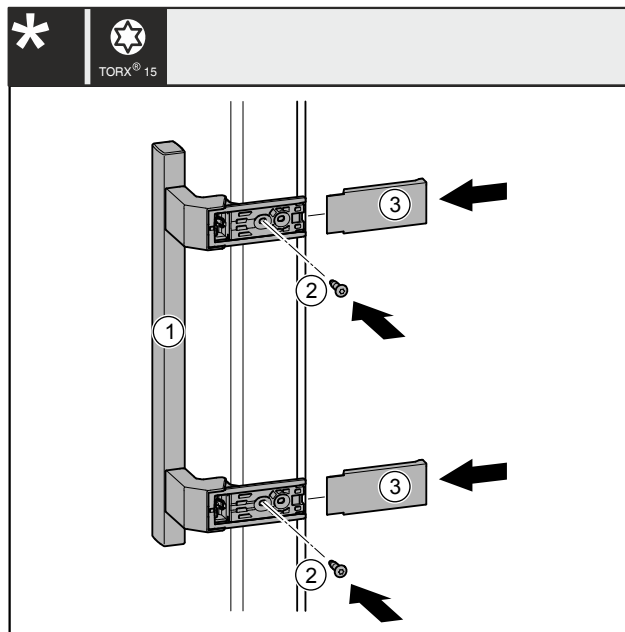

Fig. 42
- Namestite ročaj Fig. 42 (1) na nasprotno stran.
- Zategnite vijake Fig. 42 (2) z izvijačem.
- Namestite pokrove Fig. 42 (3) stransko, tako da se zaskoči.